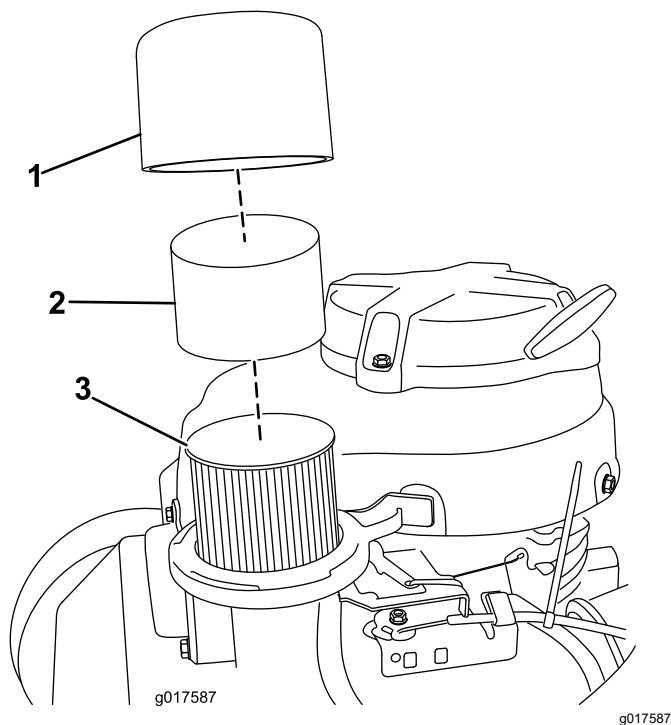

Bild 19
3. Entfernen Sie die Abdeckung und reinigen Sie sie gründlich (Bild 19).
4. Entfernen Sie den Schaumvorfilter und waschen Sie ihn in milder Seifenlauge. Tupfen Sie ihn dann trocken (Bild 19).
5. Nehmen Sie den Papierluftfilter ab, prüfen Sie ihn (Bild 19) und werfen Sie ihn weg, wenn er zu stark verschmutzt ist.